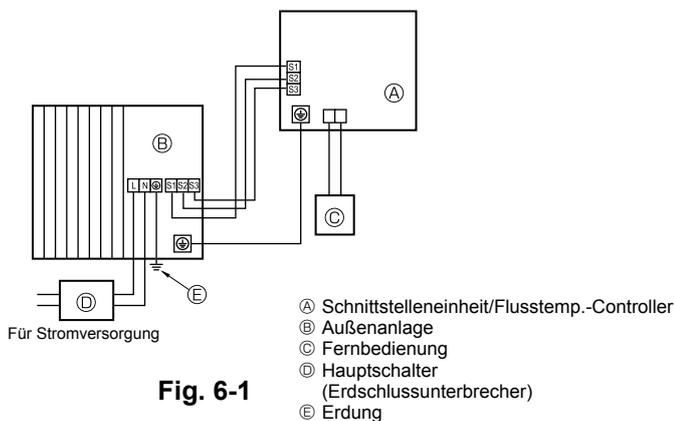
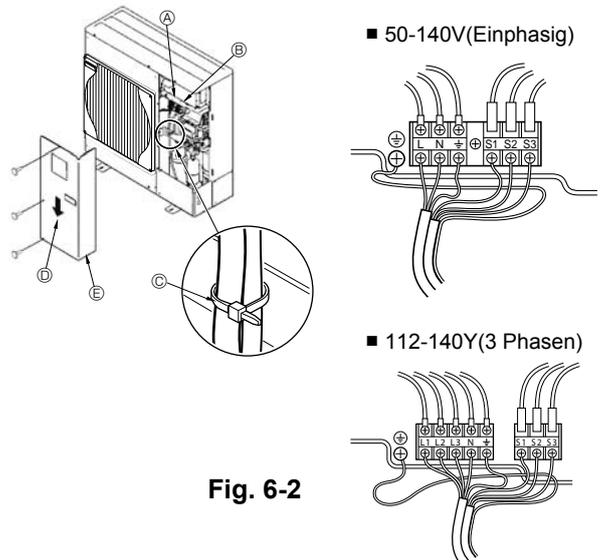

Fig. 6-1
Fig. 6-2
### 6.1. Außenanlage (Fig. 6-1, Fig. 6-2)
- 2 Die Kabel gemäß der Fig. 6-1 und der Fig. 6-2 verdrahten.